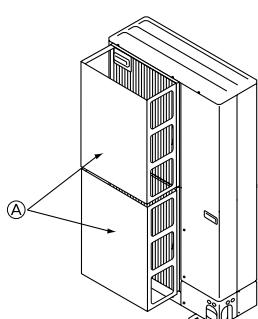
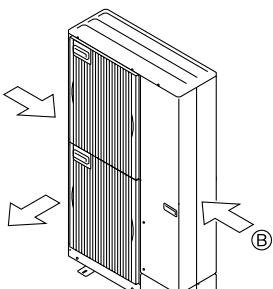

Fig. 2-4
Fig. 2-5
- ② Installieren Sie eine als Sonderzubehör erhältliche Luftauslaßführung, wenn die Anlage an einem Aufstellort installiert ist, an dem die Gefahr besteht, daß starker Wind direkt in die Luftaustrittsöffnung bläst. (Fig. 2-4)
- ③ Luftauslaßführung
- ④ Bringen Sie die Anlage so an, daß die Abluft aus der Luftaustrittsöffnung im rechten Winkel zu denjenigen Richtung geführt wird, aus der saisonal bedingt starker Wind bläst. (Fig. 2-5)
- ⑤ Windrichtung